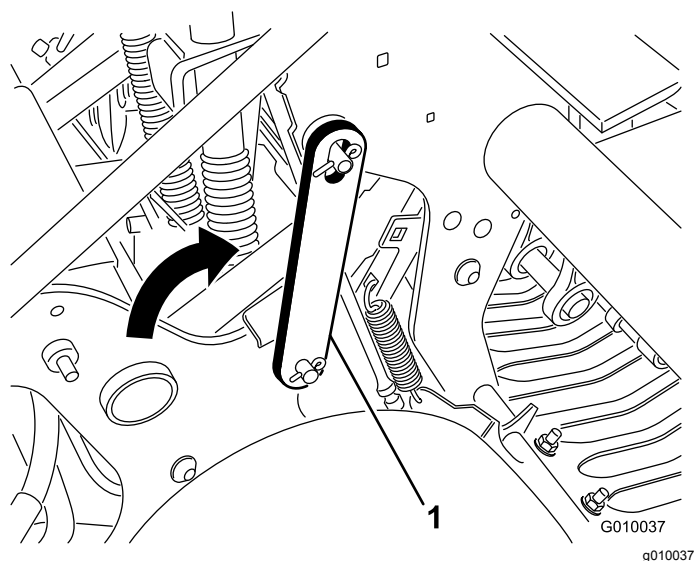

図 22
4. ラッチを後ろ向きに回転させて、コアリングヘッドのピンにはめ込む 図 22。クリップリングで固定する。